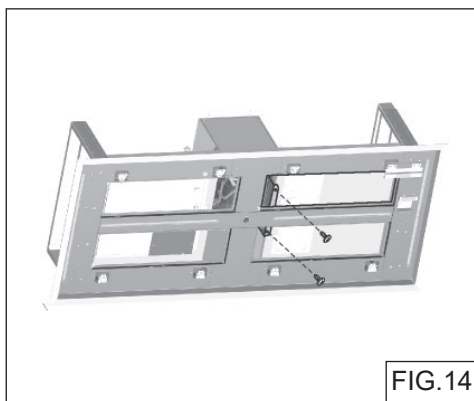

FIG.14
- Retire (2) tornillos del interior de la caja del ventilador (Fig.14).